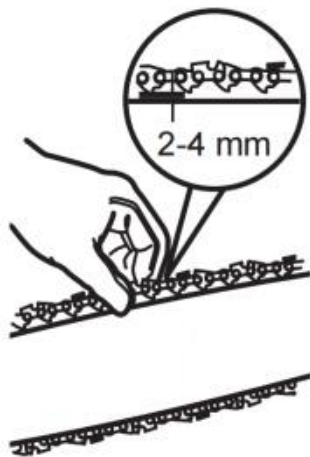

Fig. 15
1) Verificare la tensione della catena sollevando con una mano la catena della motosega (C12) contro il peso del prodotto. La corretta tensione della catena si ottiene quando la catena può essere sollevata di circa 2-4 mm dalla barra guida (C13) al centro (Fig. 15).